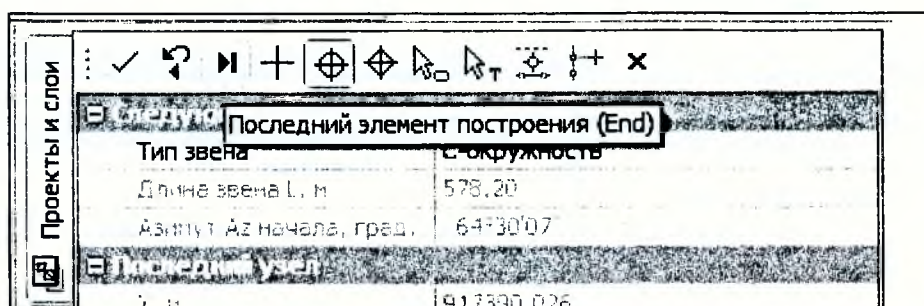

Рисунок 10
После завершения редактирования параметров элемента необходимо выбрать следующий тип звена и продолжить проектирование в такой же последовательности. Таким образом, элемент за элементом наращивается трасса. В случае неудачного выбора элемента возможен «откат» назад на один элемент путем нажатия правой клавиши мыши. Для завершения проектирования оси трассы производится захват последней точки завершающего трассу элемента (KX) и выбирается на панели инструментов команду *Последний элемент построения* (Рисунок 10).